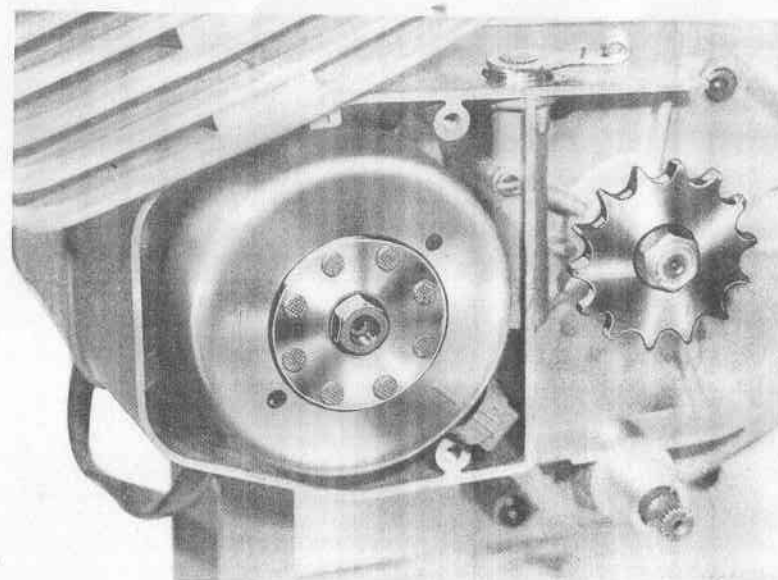

Fig. 44
- Controllare l'anticipo accensione, come indicato in fig. 3 a - o - fig. 3. Se dopo i controlli eseguiti tutto è regolare, passare a bloccare il dado volano magnete (fig. 44).